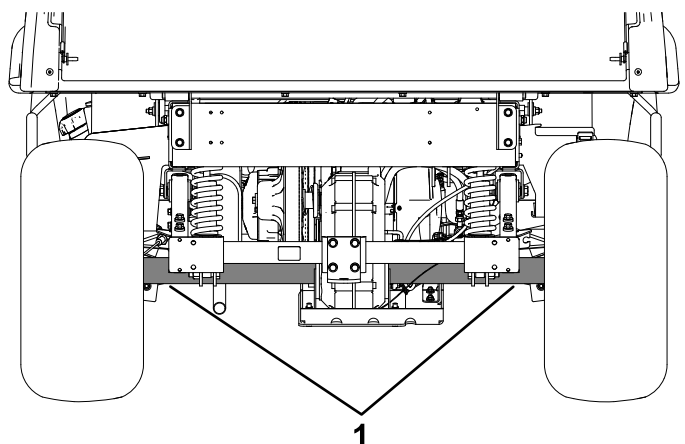

Figura 21
- Il punto di sollevamento nella parte posteriore della macchina si trova sotto i tubi dell'assale (Figura 21).